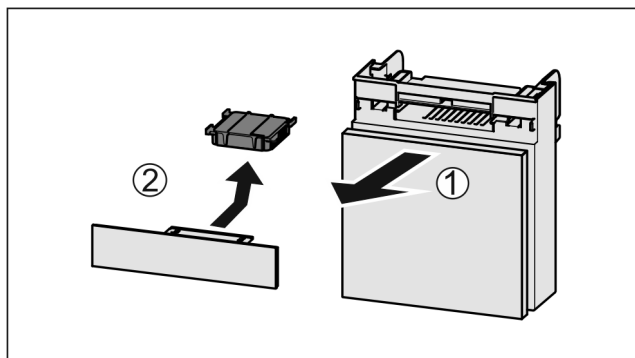

Fig. 85
- Dra ut Fig. 85 (1) lådan framåt.
- Ta ut Fig. 85 (2) aktivtkolfiltret.